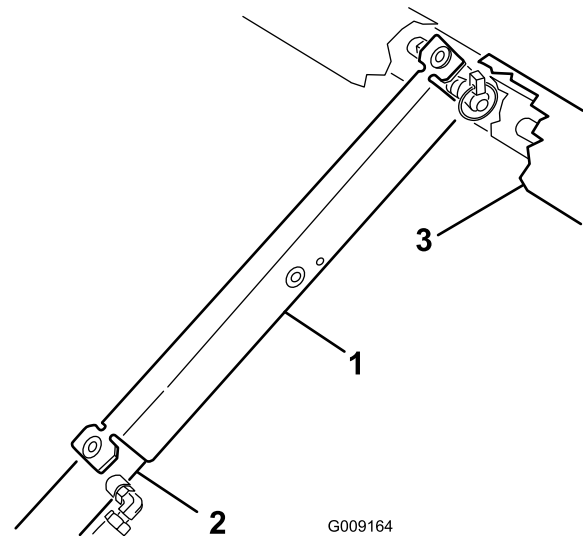

Figura 2
- Coloque el soporte de la plataforma a presión sobre el pistón del cilindro, asegurándose de que las pestañas de los extremos del soporte descansan sobre el extremo del cilindro y sobre la rótula del pistón (Figura 2).